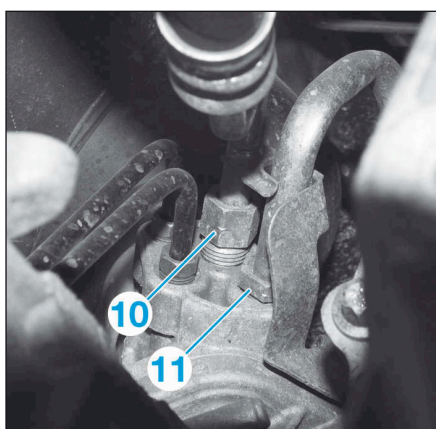

FIG.13
- Déposer du boîtier de direction (Fig.13) :
- le raccord (10) du tuyau haute pression,
- le raccord (11) du tuyau basse pression.